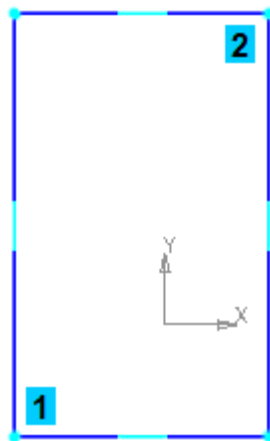

Рисунок 9.
- Начертите небольшой прямоугольник так, чтобы точка начала координат эскиза оказалась внутри прямоугольника. Для построения достаточно указать две точки на любой из диагоналей, например точки 1 и 2 (рис. 9).